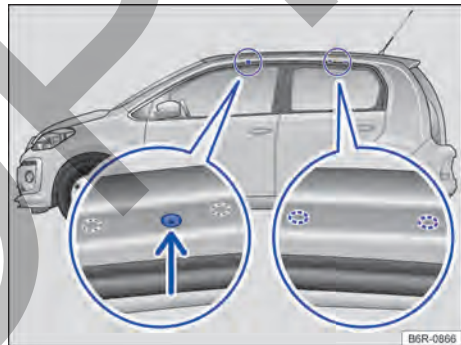

Fig. 95 Vehículos sin portaequipajes de techo: Puntos de fijación de los soportes de base del portaequipaje de techo (ambos lados).
Los agujeros o marcas de los puntos de fijación de los soportes de base delanteros se encuentran en el lado inferior de las vigas del techo → **fig. 95** (lupa izquierda). Los orificios o marcas para fijación detrás se encuentran a en la parte inferior de las vigas del techo → **fig. 95** (fragmento ampliado derecho).
- Fije los soportes básicos sólo en las marcas indicadas en la figura → **fig. 95**.